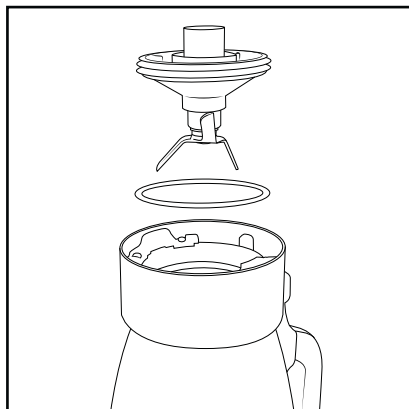

Fig. 5
- Para volver a montar la cuchilla **17**, asegúrese de que el anillo hermético esté bien montado (fig. 5). Tras esto, monte la cuchilla **17** y gírela en sentido horario con ayuda del bloqueo de la tapa **14** hasta que quede firmemente encastrada.